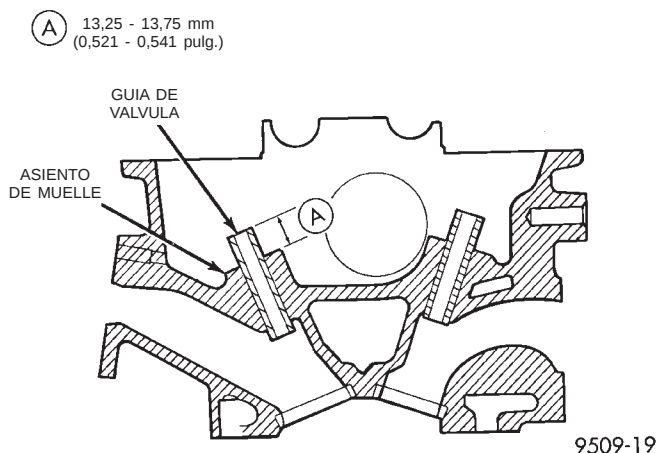

Fig. 98 Altura de guía de válvula
(3) Verifique la altura de las guías de válvula (Fig. 98).